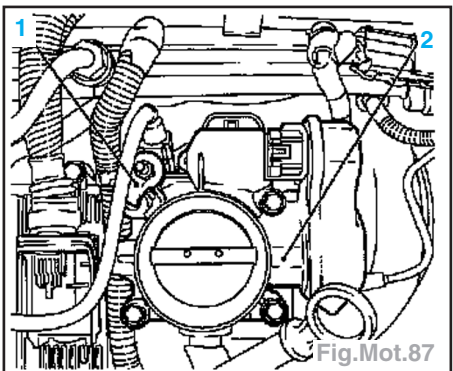

Fig.Mot.87
- Déposer le support de faisceau (1) et déposer la tubulure (2) (Fig.Mot.87).